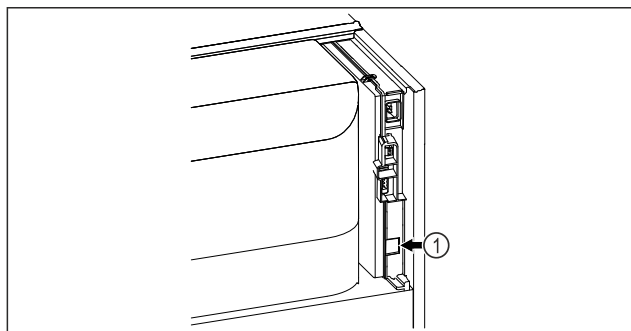

Fig. 179
- SmartModule Fig. 179 (1) is geplaatst.